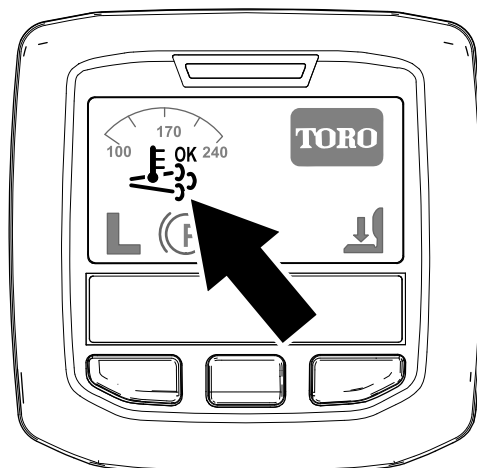

図 33
- インフォセンターに、アシスト/リセット再生アイコンが表示されます 図 33。